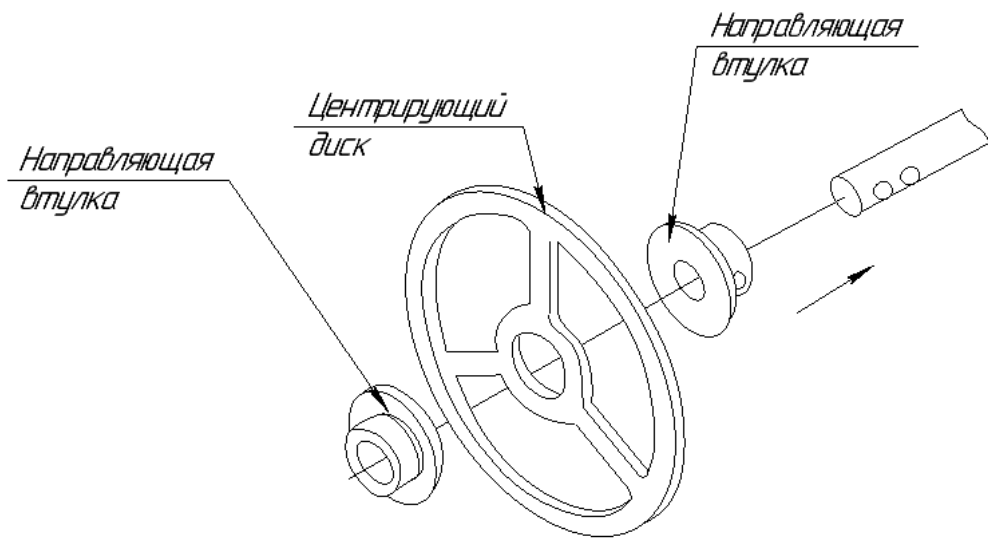

Рисунок 50 - Крепление диска
- 2 Установить втулки и центрирующий диск на конце зонда (рисунок 50);